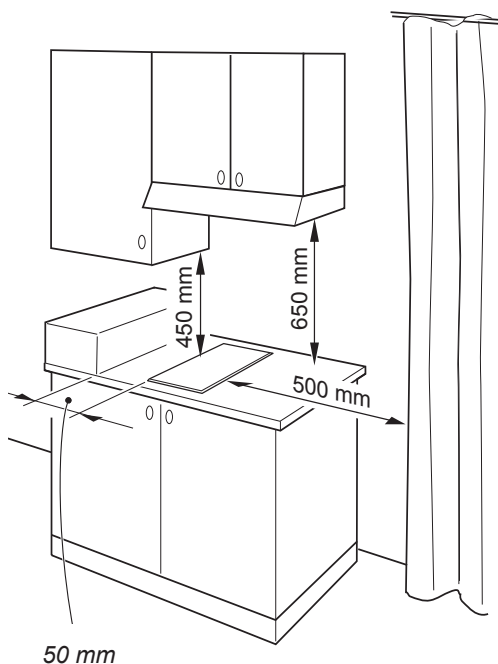

Fig. 1.9
- allorché sopra il piano di cottura vi sia un pensile o cappa mantenere fra il piano ed il suddetto pensile o cappa la distanza minima pari a 650 mm (figure 1.9).